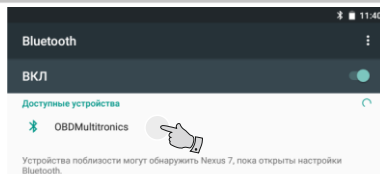

Рис. 1. Сопряжение с найденным устройством
2. Подайте питание на МК. Через 1 минуту включите поиск bluetooth-устройств. После того, как система Android найдет доступное bluetooth-устройство (OBDMultitronics), выполните сопряжение с ним (нажмите на него) (рис. 1).